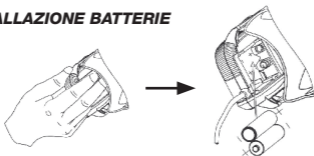

Figura 4 Installazione batteria
1. Sollevare il coperchio del vano batterie. Con l'indice e il dito medio, premere il coperchio della batteria facendolo al contempo scorrere lateralmente verso la sonda SpO₂ (come da Figura 4).
2. Come da Figura 4, inserire due batterie di tipo AAA nel vano, orientandone correttamente i poli.